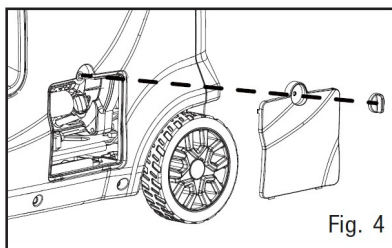
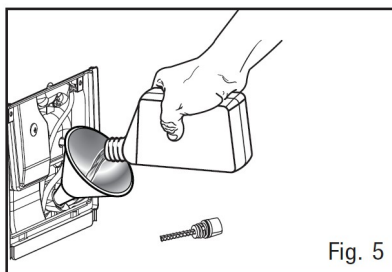

Fig. 4
Fig. 5
2. Skru av knottene (Fig.4) for servicedekselet, og fjern dekselet fra sidepanelet. Skru løs oljepeilepinnen (Fig.5) fra motoren.